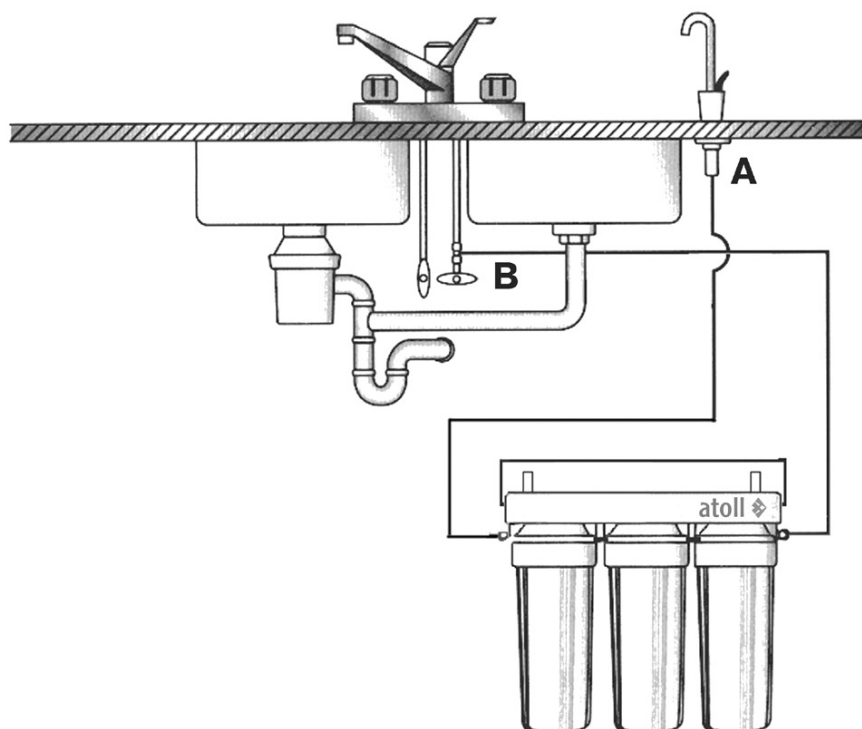
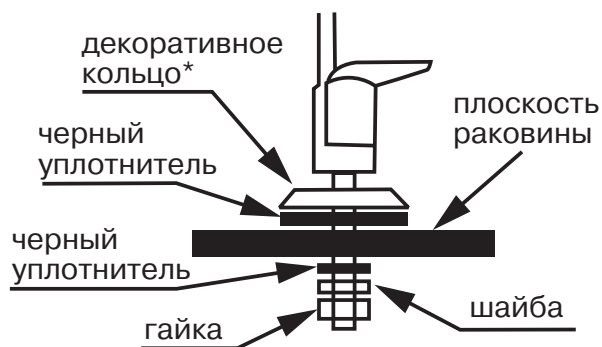

Рис. 1. Схема подключения фильтра
Рис. 4
Монтаж крана чистой воды* производите согласно рис. 4. Мы рекомендуем не затягивать гайку крана до завершения монтажа и проверки работоспособности системы, чтобы была возможность убедиться в отсутствии подтекания воды в месте соединения корпуса крана и резьбовой трубки. В комплекте с краном чистой воды для герметизации соединения с трубкой может поставляться набор деталей для подключения, либо кран может иметь в своем составе быстроразъемный коннектор. На рис. 5а, б, в приведены способы подключения трубки к крану чистой воды (рис. 1).
2.5. Подсоедините трубку от порта IN фильтра к шаровому крану подачи воды (рис. 1).
2. Откройте кран подачи воды (B).
3. Откройте кран чистой воды (A).
5. Через 2-3 минуты закройте кран чистой воды (A). Система готова к эксплуатации.
7. Убедитесь в отсутствии протечки внизу корпуса крана чистой воды, затяните гайку крана (см. рис. 4).